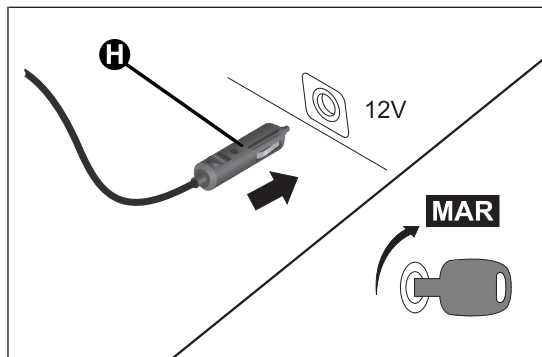

РИС. 123
- вставить штепсель H РИС. 123 в розетку-прикуриватель автомобиля (12В);